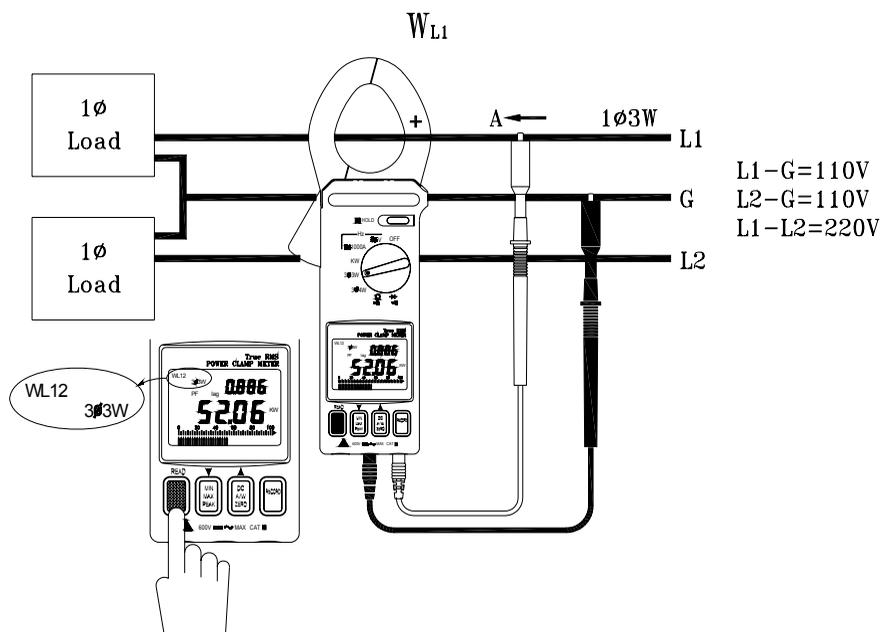

Figura 11
A. Misura $W_{RS(L1G)}$ (consultare figura 11).